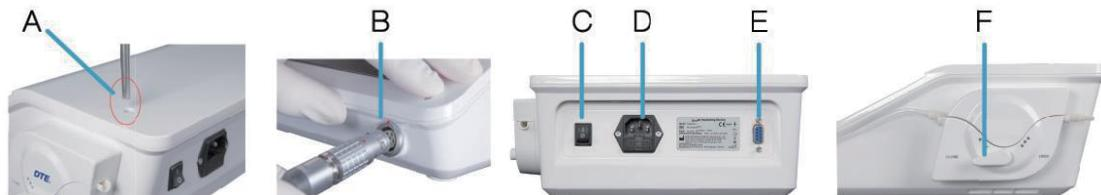

Figure 6
⚠ Danger: Ne pas installer l'équipement sur ou près d'une source de chaleur. Ils doivent être installés de manière à assurer une circulation d'air suffisante autour d'eux. Laisser suffisamment d'espace libre autour, en particulier les ventilateurs à l'arrière. (Figure 6)
6.3.2 insérer la tige qui soutient le sac dans le trou prévu (Figure 6 - référence A);
6.3.3 insérer le bouchon dans la prise de pédale et connecter la pédale à la coulée du dispositif (fig. 6 - ref.E);
6.3.4 insérer le cordon d'alimentation dans le connecteur de la coulée de l'unité (Figure 6 - référence d), puis dans la prise d'alimentation;
6.3.5 brancher le tube de cordon d'alimentation de l'opération ai dans le connecteur de cordon d'alimentation de l'équipement (fig. 6-ref.B);
6.3.9 le dispositif peut être utilisé en appuyant sur le bouton "on / OFF" (fig. 6-ref.C).
7.5.4 s'assurer que le téléphone de chirurgie ai est correctement connecté au connecteur du téléphone (fig. 6-ref.b);
7.8 Une fois l'équipement terminé, éteindre l'interrupteur d'alimentation, appuyer sur le bouton « « fermer » (fig. 6-ref.c) et débrancher la prise d'alimentation.